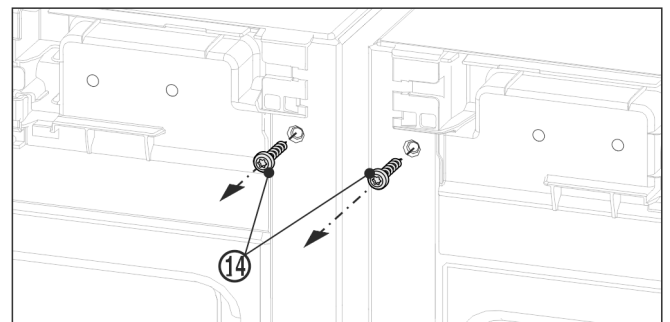

Fig. 11
- Antes de montar la escuadra superior, desenrosque los dos tornillos de conexión a tierra Fig. 11 (14).